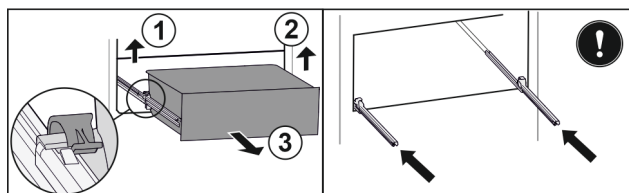

Fig. 156
- ▶ 提起左侧夹子，同时将抽屉左侧向前拉。 Fig. 156 (1)
- ▶ 提起右侧夹子，同时将抽屉右侧向前拉。 Fig. 156 (2)
- ▶ 朝前取出抽屉。 Fig. 156 (3)